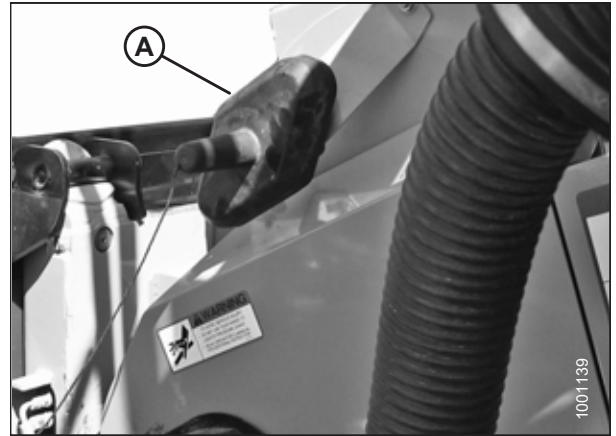

Figura 3.131: Capacul prizei
9. Deșurubați butonul (A) de pe cuplajul combinei (B) pentru a elibera cuplajul din priză.
10. Curățați cuplajul (B) și priza.
11. Montați cuplajul combinei (B) pe priza modulului de flotare (C). Fixați cuplajul rotind butonul (A).
12. **Dacă sunt instalate comenzile MacDon în cabină:** Scoateți conectorul setului de control al cabinei C81A (D) din locația de depozitare de pe combină și conectați-l la C81B (E) de pe modulul de flotare. Rotiți colierul de pe conector pentru a-l bloca în poziție.
13. Așezați capacul prizei modulului de flotare (A) pe priza combinei, așa cum este arătat în Figura 3.131, pagina 113.